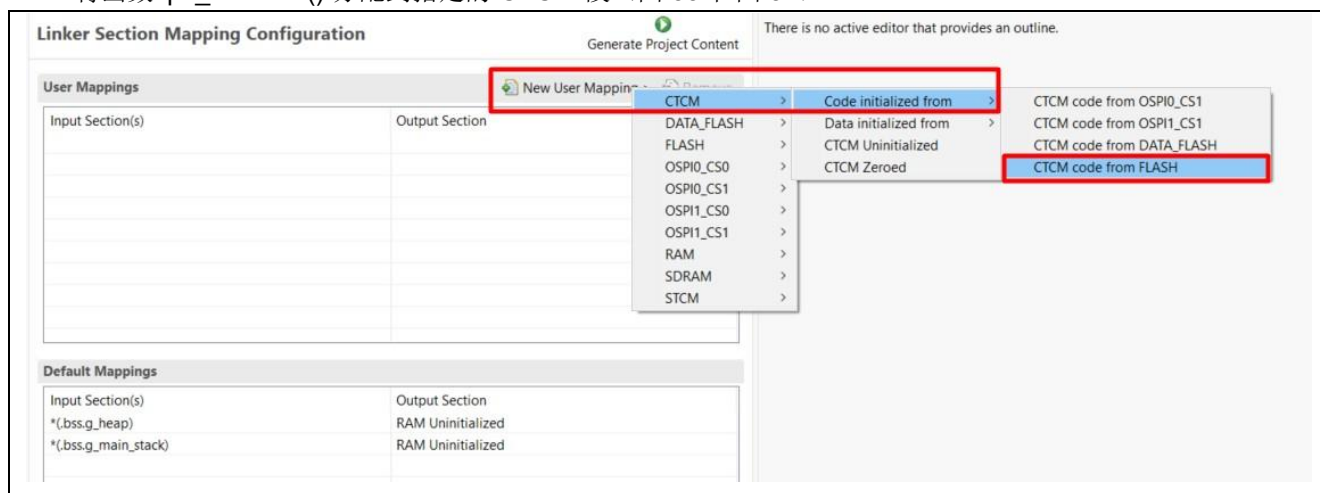
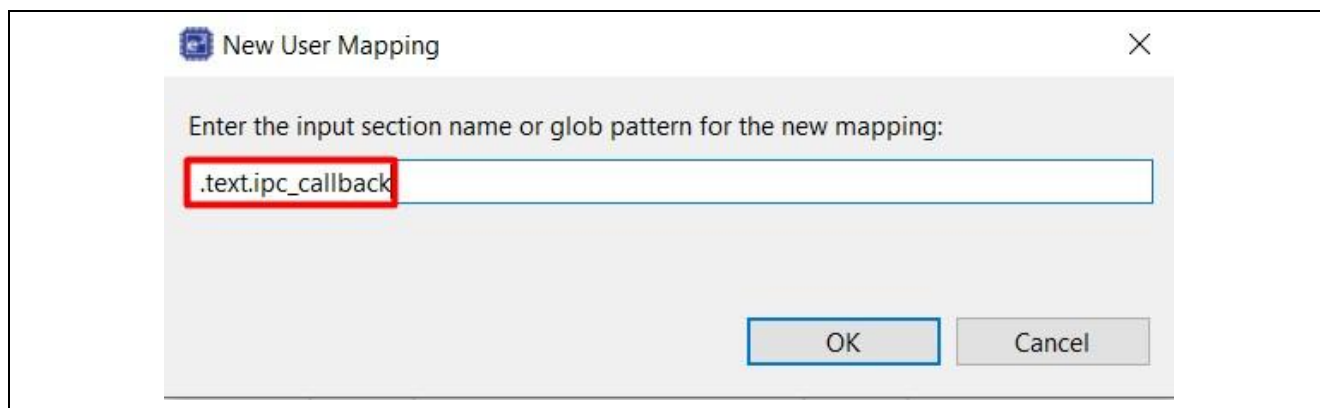

Figure 33. Example of Defining a New Section Mapping for CTCM
图 34. 为 CPU1 上的指令代码定义输入段名称的示例
4. 将函数 ipc\_callback() 分配到指定的 CTCM 段（图 33 和图 34）。